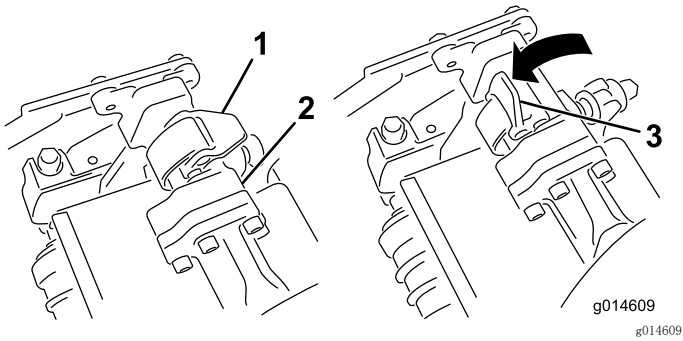
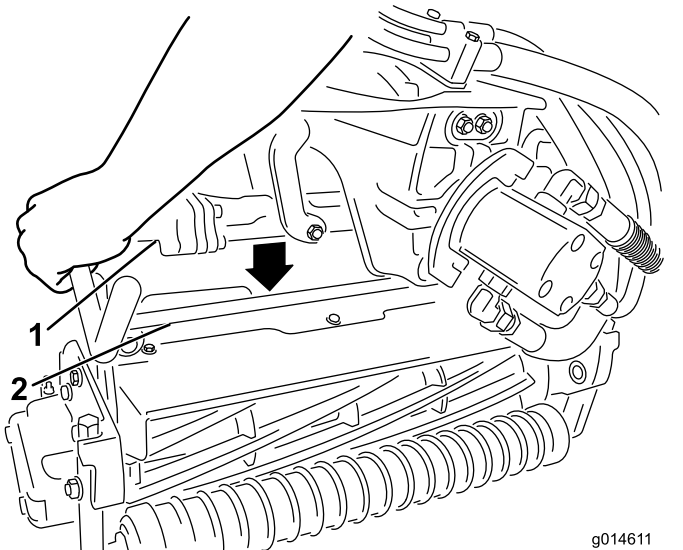

图43
图44
3. 当悬挂臂杆上的闭锁指向上方（即打开）时（图43），向下压悬挂臂，使悬挂臂杆与滚刀组上方的支架相契合（图44）。
4. 向下并绕着滚刀组横杆关闭闭锁，将它们锁定到位（图43）。
4. 打开您正在拆下的滚刀组悬挂臂上的闩锁（图43）。